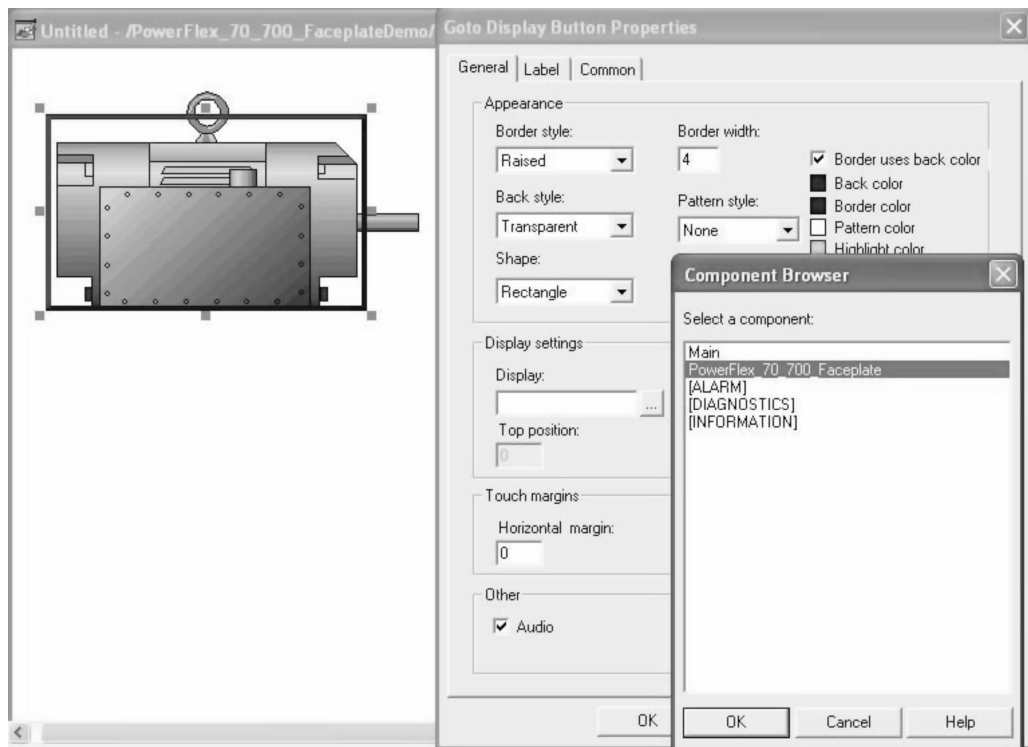

图 24-30 配置“转到”按钮
1) 在所需图形显示界面中，于代表您打算监视和控制的电动机/变频器的图形对象之上，创建新的透明“转到”（Goto）显示界面导航按钮。双击“转到”（Goto）按钮，以对其“显示设置”（Display settings）进行组态。选择“显示”（Display）字段旁的浏览按钮，并分配 PowerFlex 面板显示界面，如图 24-30 所示。